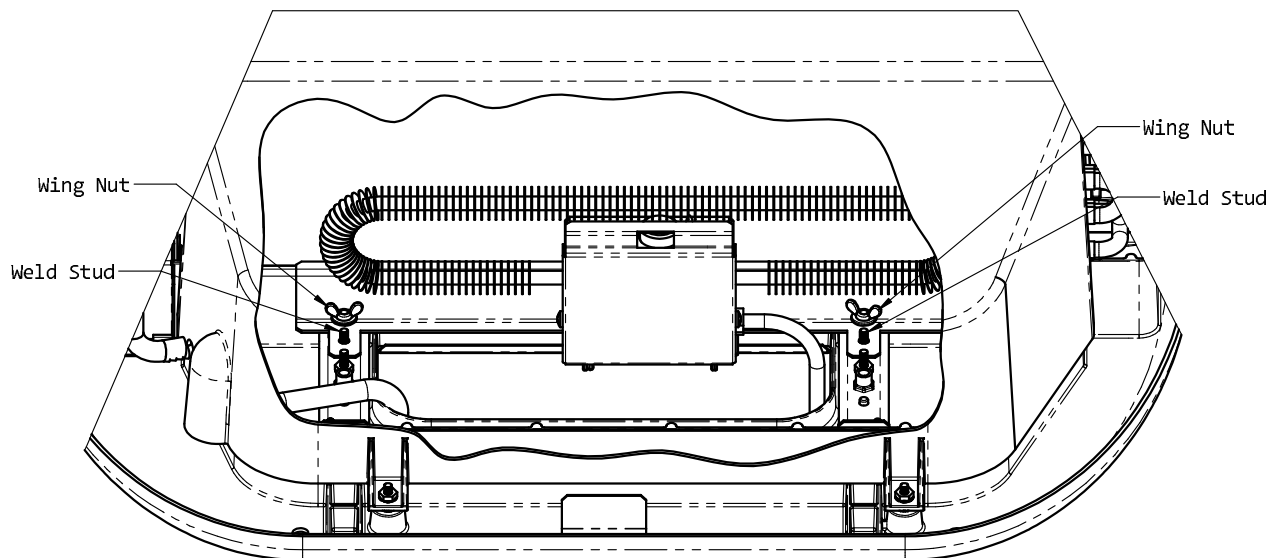

FIGURE 2
3. Position heater assembly into the return air opening as shown in Figure 2, assembling the heater bracket to the weld studs on the brackets in the return air opening.
3. Positionnez l'appareil de chauffage dans l'ouverture du retour d'air tel que montré dans la figure 2, page 3, fixez le support de l'appareil de chauffage aux goujons soudés sur les supports dans l'ouverture du retour d'air.
3. Positionieren Sie die Heizeinheit-Baugruppe in der Rückluftöffnung, wie in Abbildung 2, page 3 dargestellt, und bringen Sie die Halterung der Heizeinheit an den verschweißten Stiften der Rückluftöffnung an.